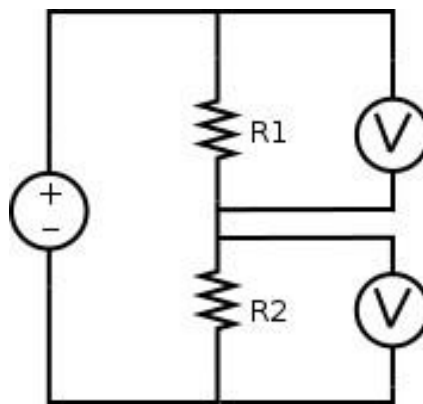

Figura 1. Circuito de medición 1
5. Arme el circuito de la Figura 1. Utilice el multímetro digital y el voltímetro analógico. Ajuste el valor de la fuente de tensión a 10 V. Mida el valor de tensión y anótelo en la Tabla 5 indique la incertidumbre en cada medición.